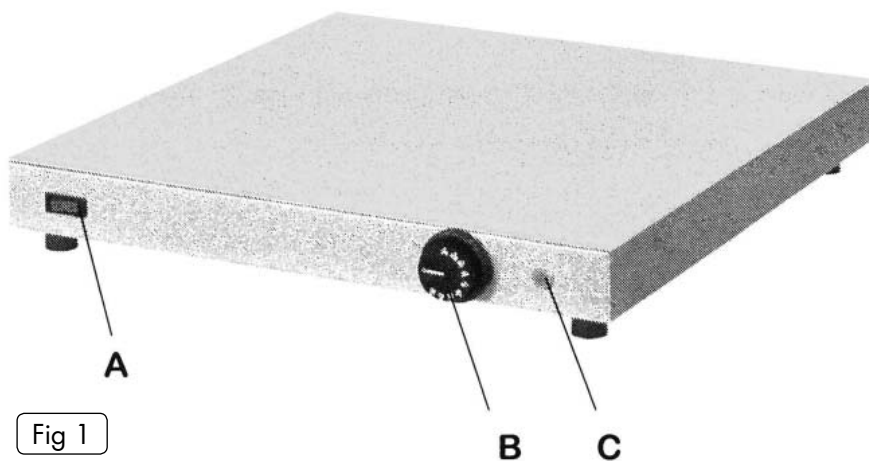

Fig 1
1. Introduire la prise de l'appareil dans la prise de courant et tournez l'interrupteur principal (A fig.1).
2. Faire pivoter le thermostat (B fig.1) jusqu'à le placer sur la température souhaitée. Le témoin lumineux s'allumera (C fig.1) et ne s'éteindra qu'une fois atteinte la température programmée.
1. Placer le thermostat (B fig.1) en position «0», et contrôler que le témoin lumineux de thermostat s'éteint (C fig.1).
2. Eteignez l'interrupteur principal (A fig.1).